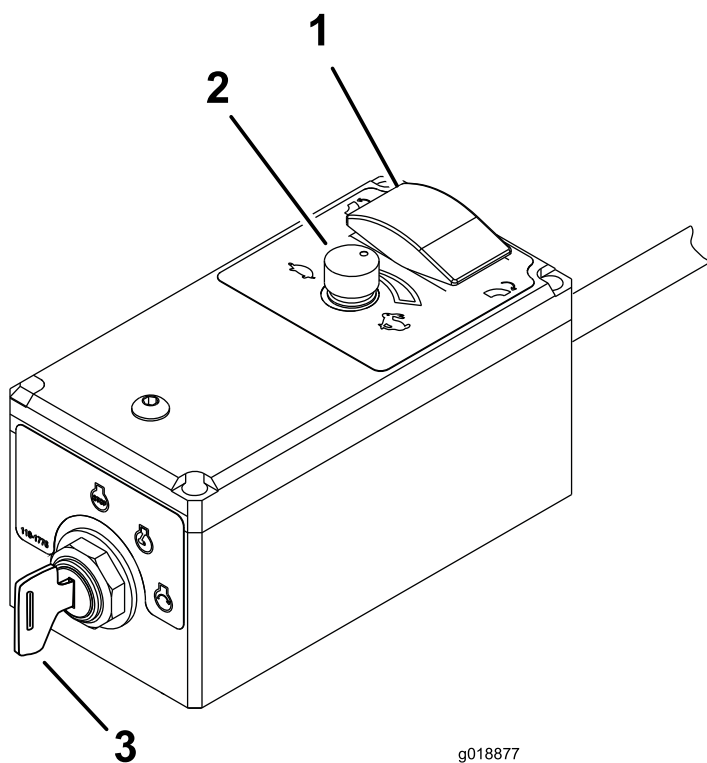

Рисунок 10
- Поверните ключ замка зажигания двигателя по часовой стрелке в положение ПУСК (START), чтобы запустить двигатель; отпустите ключ после запуска двигателя (Рисунок 10).
3. Если вы покидаете машину, поверните ключ зажигания двигателя в положение Выкл. (OFF) и выньте его из выключателя (Рисунок 10).